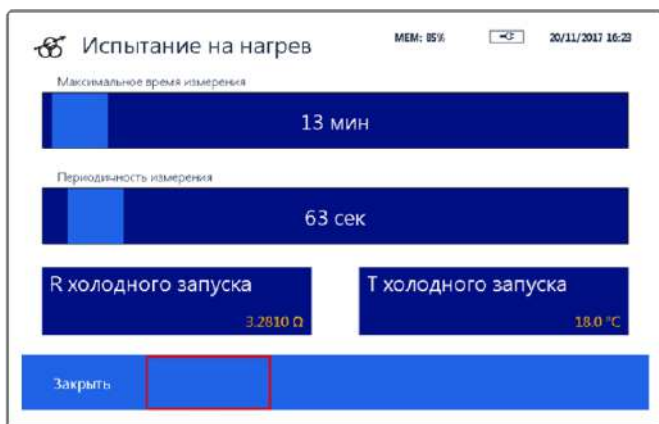

Рисунок 34 – Окно настроек теста Испытание на нагрев
- максимальное время измерения (рисунок 34);
- периодичность измерения (рисунок 34);
- электрическое сопротивление холодного запуска (кнопка «R холодного запуска», рисунок 34);
- температуру обмотки при холодном запуске (кнопка «Т холодного запуска», рисунок 34)